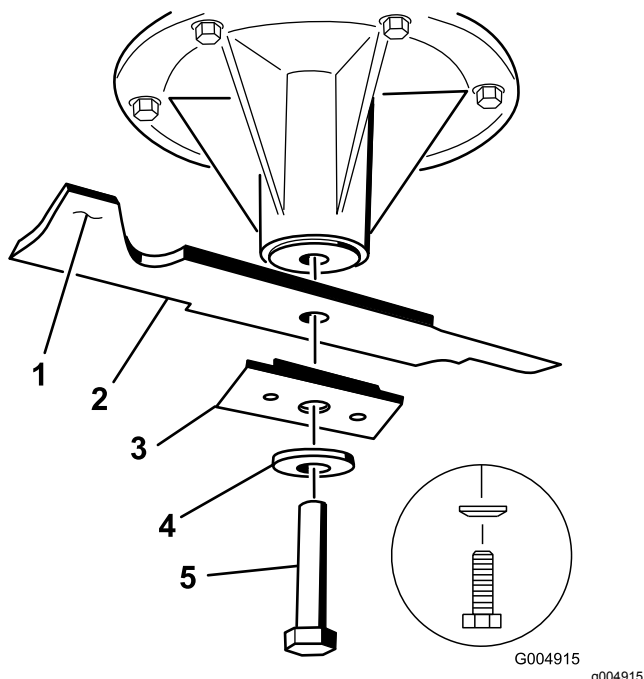

Рисунок 49
2. Выверните болт ножа, снимите с вала шпинделя изогнутую шайбу, прижим ножа и нож (Рисунок 49).
1. Установите нож на шпиндель (Рисунок 49).
Внимание: Для обеспечения правильного скашивания область загиба ножа должна быть направлена вверх и внутрь газонокосилки (Рисунок 49).
2. Установите нож, прижим ножа, изогнутую шайбу и болт ножа (Рисунок 49).